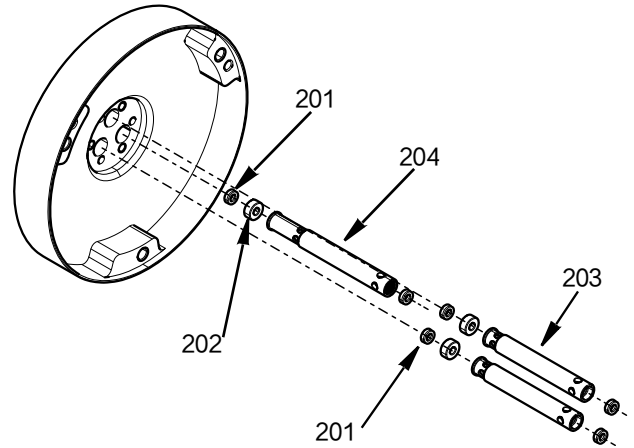

FIG. 15
7. 拉出密封隔圈 (203 和 204)、杆密封件 (201) 和杆轴承 (202)。要拆除杆密封件，参见密封件插入和拆除工具套件，25T489 (第 32 页)。注意：有 2 种尺寸的垫片 (203 和 204)。参见FIG. 15。